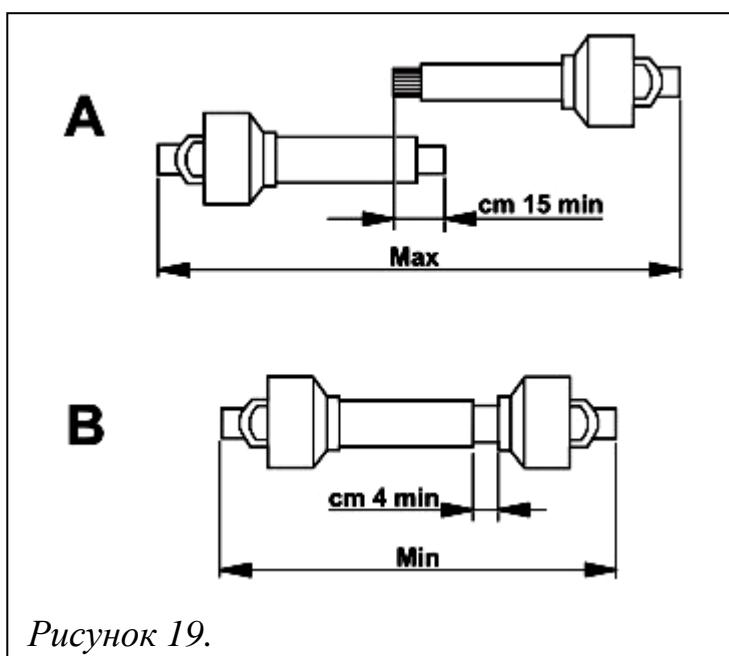

Рисунок 19.
Когда карданный вал выдвинут максимально, две трубы должны совмещаться, как минимум на 15 см (A) (рис.19). Когда он полностью вставлен, минимально допустимый зазор должен быть 4 см (B) (рис. 19).